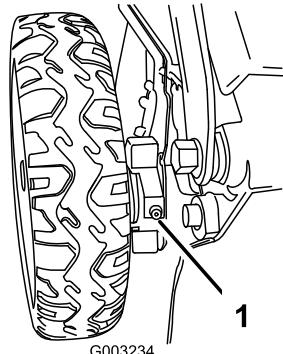

Figure 28
1. Essuyez les graisseurs situés juste à l'intérieur des roues arrière avec un chiffon propre (Figure 28).